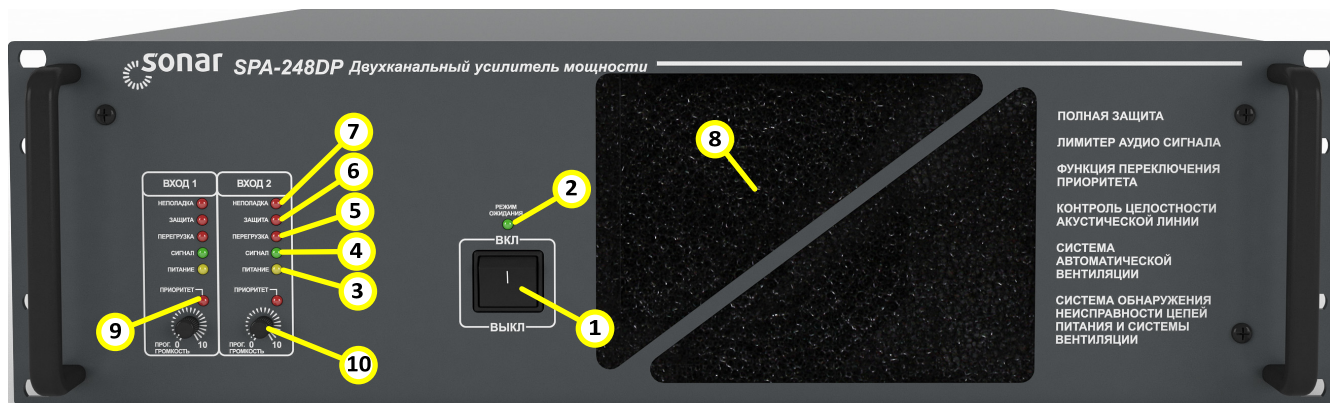

Рисунок 1 – усилитель мощности, четырехканальный SPA-412DP
5.2.1 Лицевая панель УМ на примере SPA-248DP (рис. 1):
- «ПЕРЕКЛЮЧАТЕЛЬ ПИТАНИЯ» – двухпозиционная клавиша, в положении ВКЛ, электропитание подается на цепи усилителя мощности; в положении ВЫКЛ, усилитель мощности в дежурном режиме (режим ожидания сигнала запуска УМ) (1);
- «РЕЖИМ ОЖИДАНИЯ» – индикатор дежурного режима (2);
- «ПИТАНИЕ» - индикатор подачи электропитания подается на цепи усилителя мощности (3);
- «СИГНАЛ» - индикатор наличия аудиосигнала на программном или приоритетном входе УМ (4);
- «ПЕРЕГРУЗКА» - индикатор превышения допустимого уровня аудиосигнала на входе УМ (5);
- «ЗАЩИТА» - индикатор срабатывания устройства защиты каскадов УМ (6);
- «НЕПОЛАДКА» - индикатор наличия неисправности УМ (7);
- «ФИЛЬТР» - фильтрующая вставка системы охлаждения УМ, для очистки воздуха от крупных и средних частиц пыли (8);
- «ПРИОРИТЕТ» - индикатор активации приоритетного входа УМ (9);
- «ПРОГ. ГРОМКОСТЬ» - регулятор уровня громкости сигнала на программном входе (10).